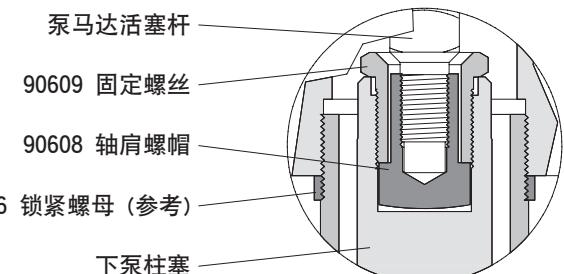

图 2
1. 松开(90606)锁紧螺母, 将整台泵从气动马达上旋开。这将会使(90609)固定螺丝暴露在外(参看图2)。
1. 将(90609)固定螺丝滑到超过气动马达杆(参看图2)。